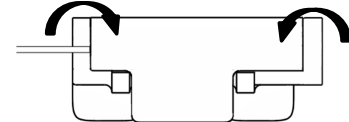

Figura 5. Bloqueo cerrado para completar la conexión
4. Cierre el bloque de conexión usando las asas de brida para fijar el electrodo en el bloque. Véase la figura 5. Los contactos del extremo no deben estar expuestos ni desprotegidos en ningún momento.